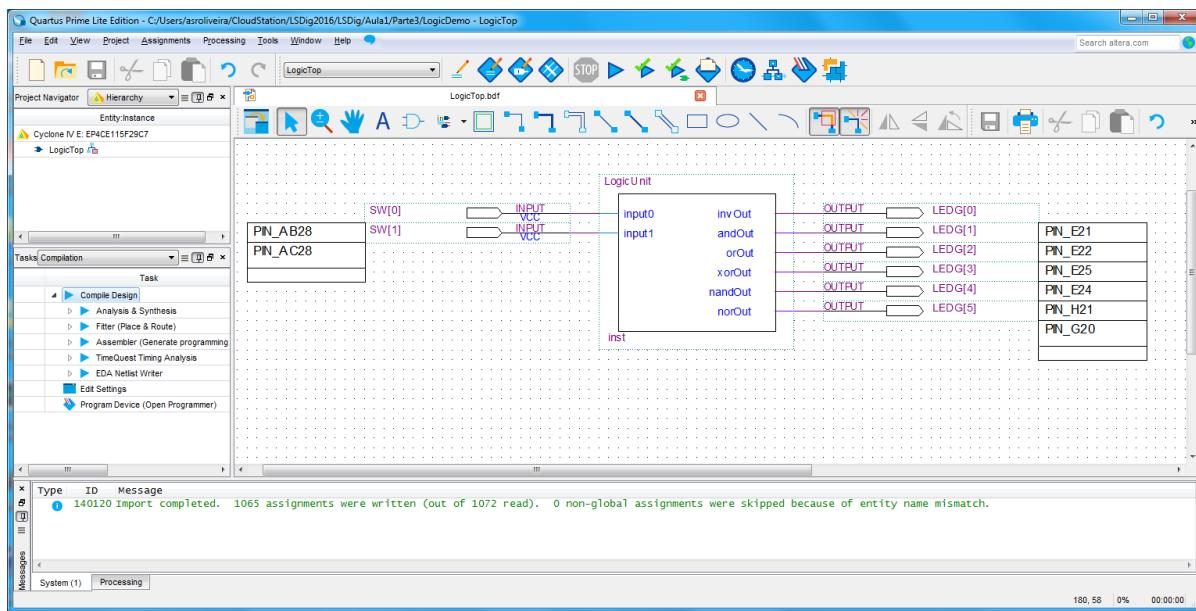

Figura 57 – Módulo “LogicUnit” e portos de entrada e de saída com identificação dos pinos usados da FPGA.
10. Importe o ficheiro “DE2_115.qsf” com as definições dos pinos da FPGA na placa de desenvolvimento. Após a importação, o diagrama esquemático deverá apresentar o aspeto da Figura 57.